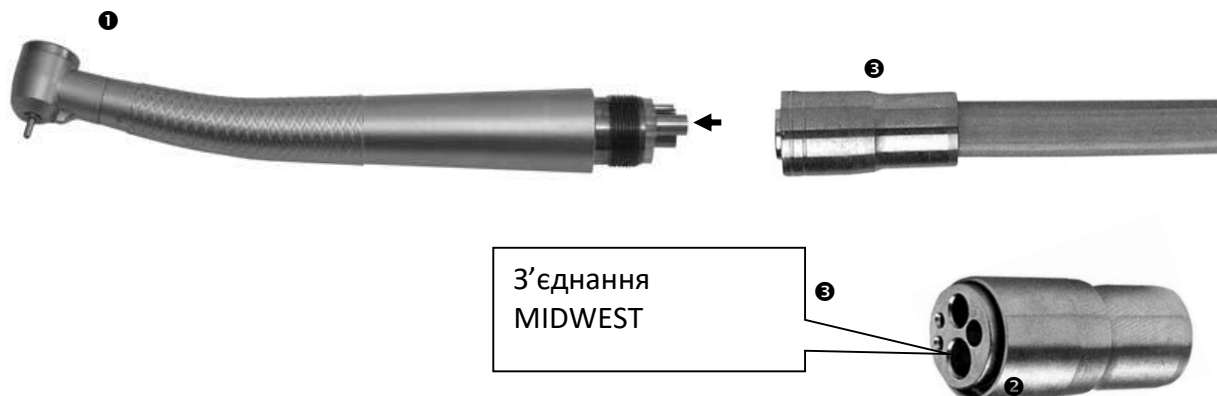
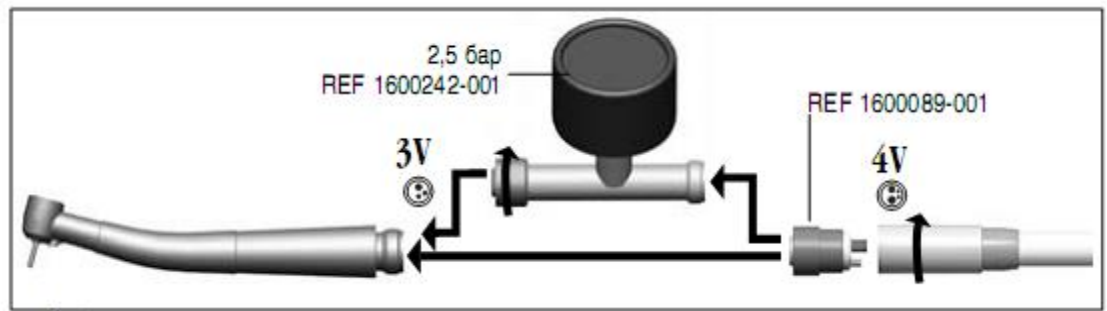
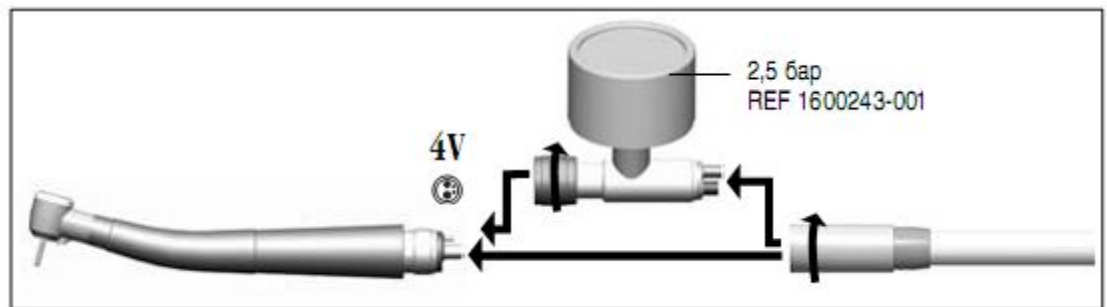

Рисунок 9 Загальний вигляд пневмовиходу із з'єднанням MIDWEST
Рисунок 10 Схема під'єднання контрольного манометра
Рисунок 11 Схема під'єднання контрольного манометра
- Під'єднати контрольний манометр згідно рисунок 9 або рисунок 10;
Рисунок 11 і рисунок 10. — Схеми під'єднання контрольного манометра.